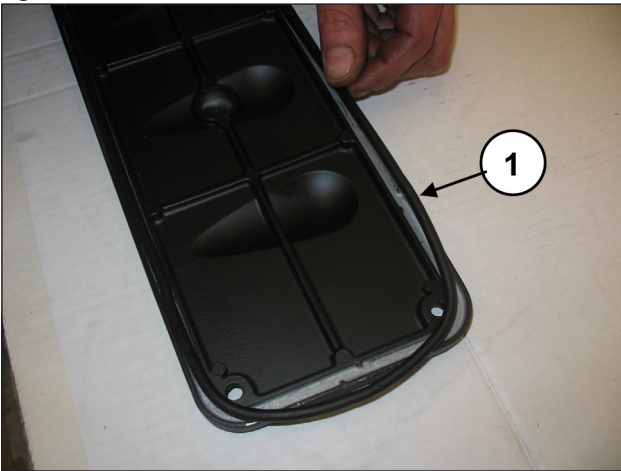
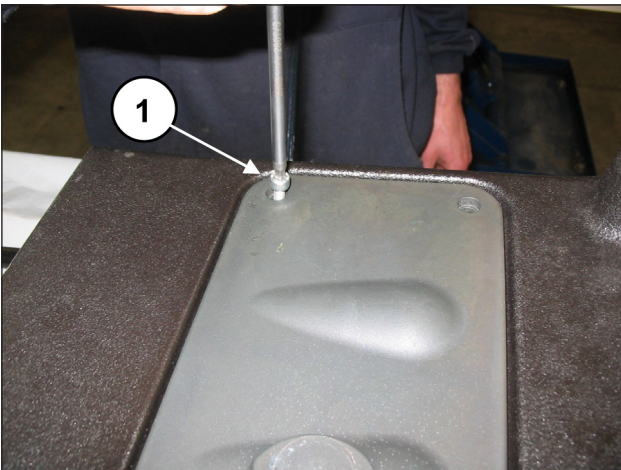

Fig. 163
Fig. 164
Introducir la junta tórica (pos. ①, Fig. 163) en las tapas de inspección y montar las tapas con 4+4 tornillos M6x14 (pos. ①, Fig. 164).